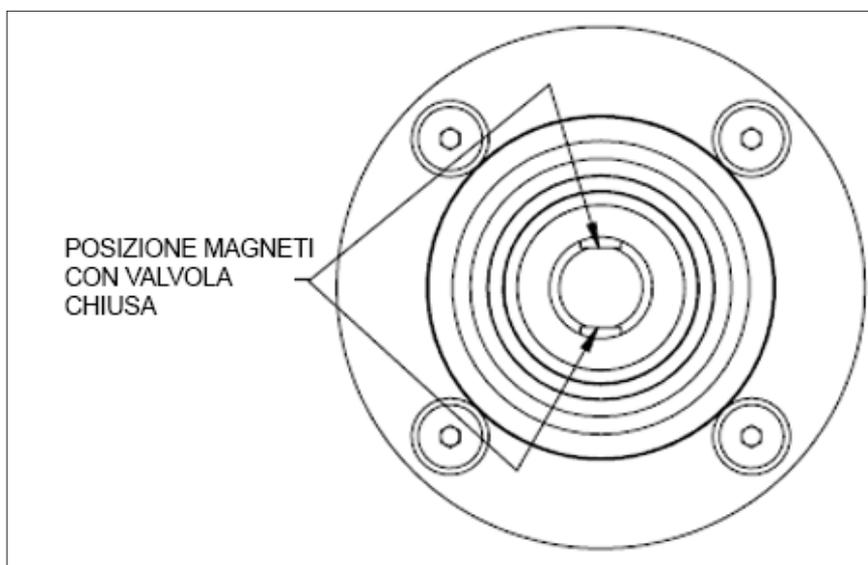

Figura 21 - Posizione dei magneti con valvola chiusa
5. Verificare che il gruppo del tirante sia parallelo allo stelo e che i magneti siano in posizione valvola chiusa (Figura 21) e collegarlo alla staffa della presa di forza.